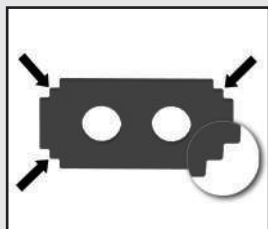
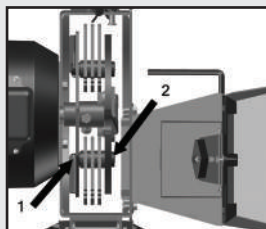

Fig. 12
Fig. 13
Os martelos dos trituradores possuem 4 faces dentadas utilizáveis [Fig. 12]. Troque a posição de uso sempre que notar desgaste, e substitua os martelos quando as 4 faces estiverem desgastadas. Para inverter o lado de uso, retire os contrapinos dos eixos (1) e saque os eixos (2) pelo funil de produtos verdes (modelos TRE25, TRE30, TR40 e TRE40) ou pela tampa de fechamento (modelo TR50). Feito isso, troque o lado de uso dos martelos [Fig. 13].